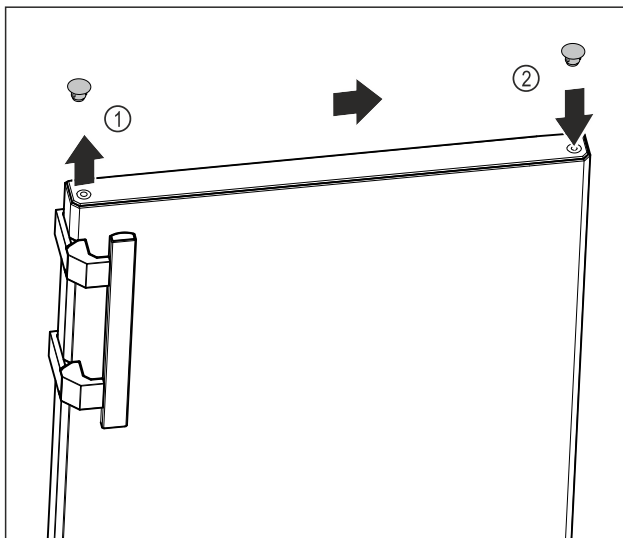

Fig. 13
- Podważyć ostrożnie zatyczkę osłony na górze drzwi Fig. 13 (1) przy pomocy śrubokręta.
- Założyć zatyczkę osłony po przeciwległej stronie. Fig. 13 (2)